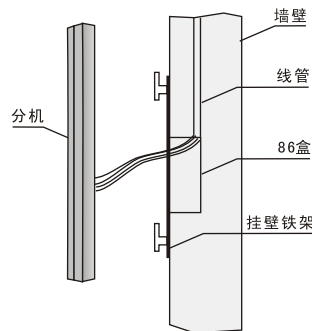

图 4
4. 接好分机线，将分机底部的挂墙口对准挂壁铁架挂钩按入并向下拉至稳固（见图4）。